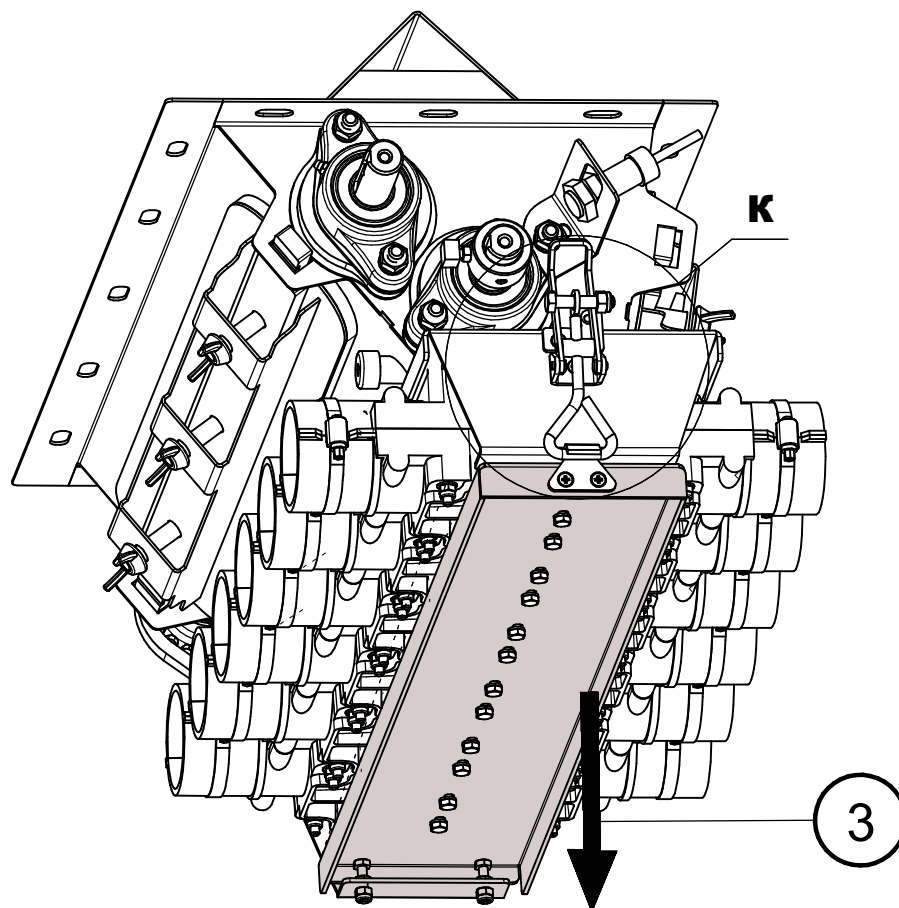

Рис.93 - Нижний люк дозатора посевного комплекса FEAT AGRO серии «N-6000» / «N-7000» / «N-8000» / «N-9000» / «N-10500» / «N-12000».
Нижний (быстро снимаемый) для установки нормы высева рис.93
- снимите нижний люк с дозатора согласно (рис.93);